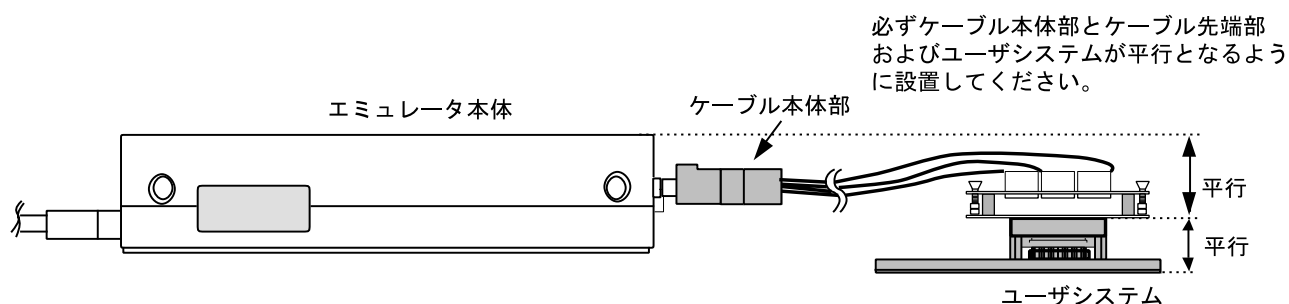

図11 設置例
- (1) ユーザシステムへの接続時には1ピン位置に十分注意して、誤接続は絶対にしないでください。
- (2) 本ユーザシステムインタフェースケーブルを使用する場合の推奨マウントパッド寸法は、MCU実装用マウントパッド寸法とは異なりますので注意してください。
- (3) 本ユーザシステムインタフェースケーブルは、HS7050EPI60H エミュレータ専用ですので、他のエミュレータ本体には使用しないでください。
- (4) ケーブル本体部が断線する可能性がありますので、本ユーザシステムインタフェースケーブルの上に重いものや金属等の角の尖ったものを置かないでください。
- (5) ユーザシステムに接続した状態では、ユーザシステムインタフェースケーブル、特にケーブル先端部に無理な力が加わらないように注意する必要があります。図11の設置例を参照してご使用ください。